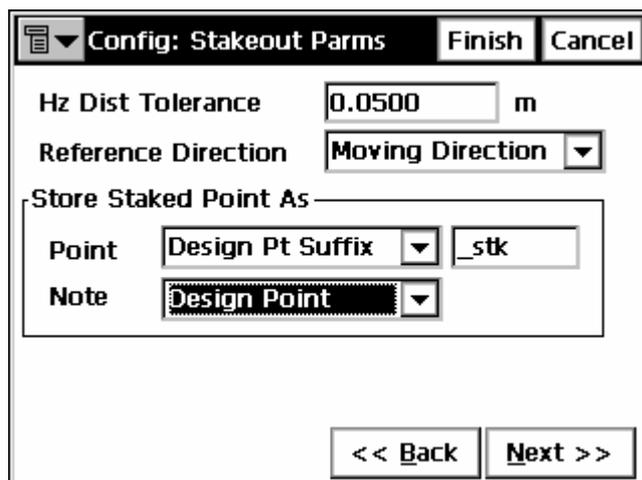

Рисунок 3-43. Настройка: Параметры Выноса в Натуру
4. Введите параметры выноса в натуру: допустимое отклонение в плане, начальное направление и способ образования названий вынесенных точек, а также (при необходимости) примечания к вынесенной точке, затем нажмите **Next (След)** (рис. 3-43 на стр. 3-30).